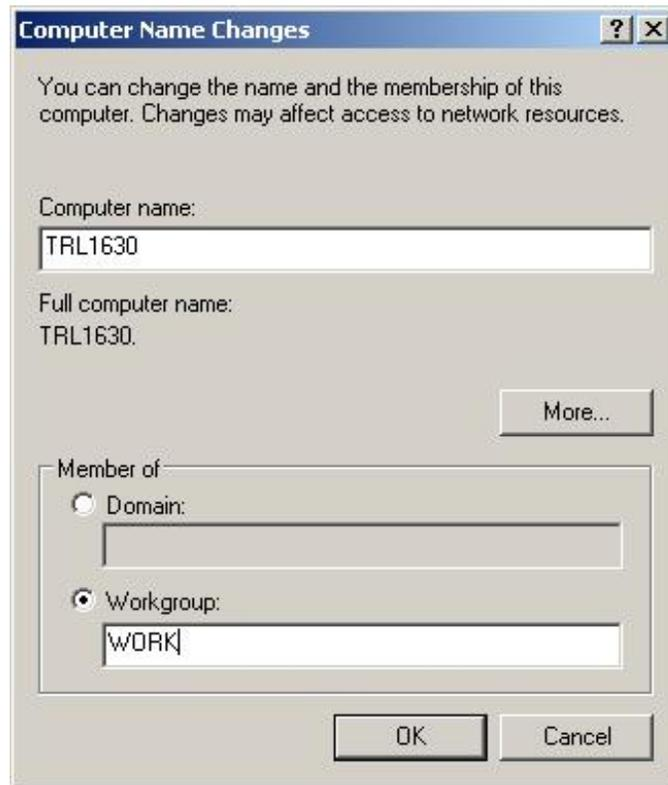

FIGURA 14.12.4
8. Introduzca un Grupo de Trabajo (**Workgroup**). Este grupo de trabajo (workgroup) debe coincidir con el nombre de grupo de trabajo (workgroup) de su computadora de escritorio. En esta misma sección, en la parte de arriba se describe como asignar un nombre de grupo de trabajo (workgroup) para su computadora de escritorio. Si aún no ha seleccionado un grupo de trabajo (workgroup) en su computadora de escritorio, nosotros le sugerimos nombrarlo "taller" o "toolroom". Ver Figura 14.12.4.